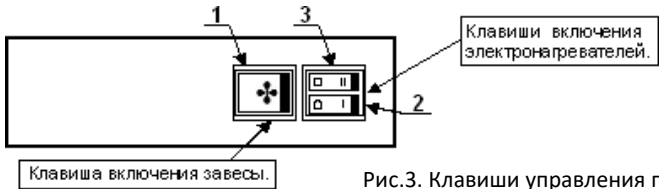

Рис.3. Кнопки управления прибором
2. Включение. Установите клавишу 1 в положение * (см. рис. 3), при этом начинает работать вентилятор. Нажатие на любую из клавиш 2 или 3 включает половину мощности. Режим полной тепловой мощности включается нажатием на обе клавиши 2 и 3.